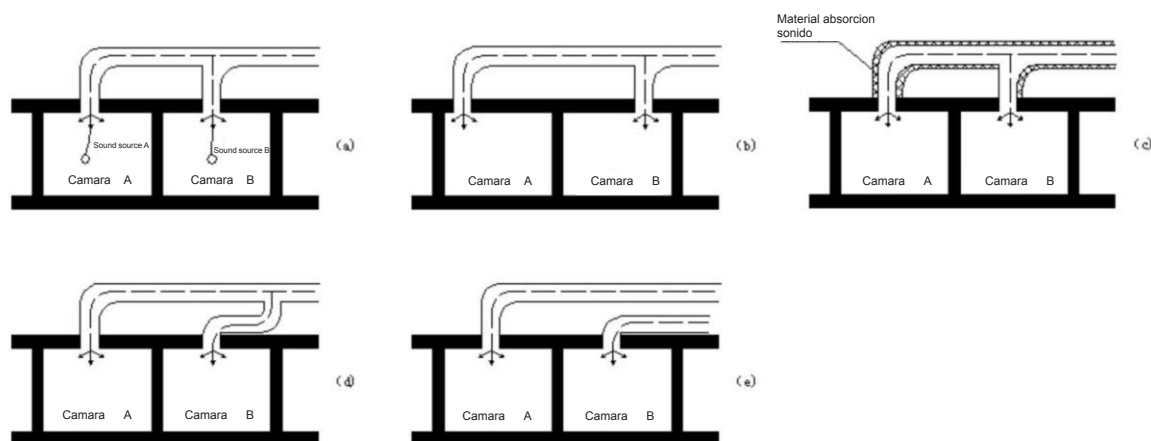

Figura 26
- 4) El aire se envía a través de dos vías (ver figura 26).